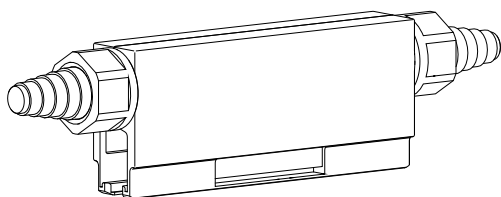

Abb. 29: Streckeneinspeisung (Bestell-Nr.: 08-E015-0635)
- auf der Strecke der Schleifleitung (Streckeneinspeisung) (siehe Abb. 29) oder